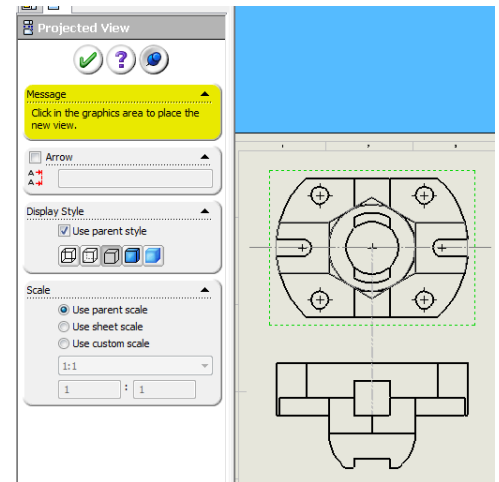

Рис. 8.1.7. Проекційний вид
6. Після того як ви створите перший вигляд, відразу запуститься інструмент ПРОЕКЦИОННЫЙ ВИД (PROJECTED VIEW) (рис. 8.1.7). Відвівши мишку вліво, вправо, вниз, вгору ви побачите новий вид, що проєкційно зв'язаний з попереднім. Для розриву проєкційного зв'язку потрібно натиснути і тримати клавішу CTRL. Якщо відвести мишку по діагоналі, то система запропонує відповідний аксонометричний вид. Відведіть мишку вгору і нажміть ліву клавішу. Створено новий проєкційний вид, аналогічно створіть вид зліва, відвівши вправо мишку від другого виду (виду зверху). Для цього закрийте поточну команду і знову запустіть